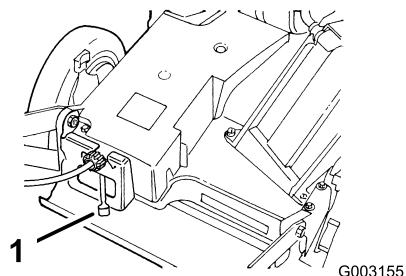

Figura 15
4. Mueva el control de velocidad sobre el terreno a la posición de Punto muerto (N) (Figura 15).